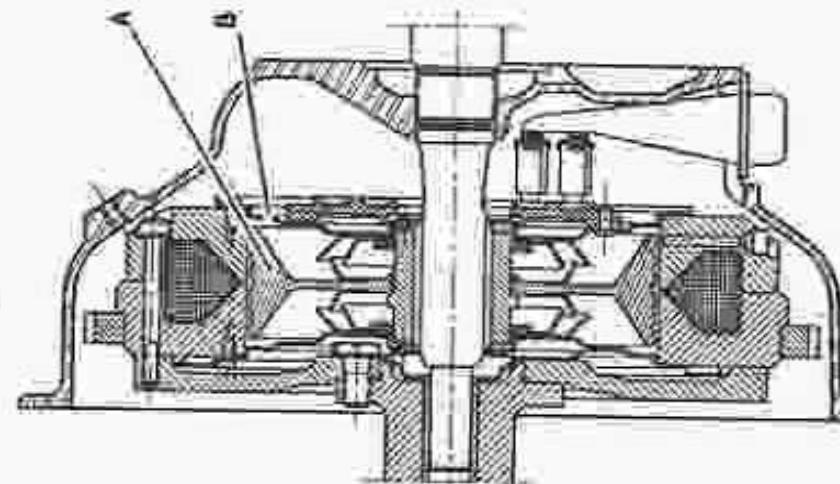

Fig. 7
Son armature mobile possède une très petite surface de travail (A), ainsi que de l'huile (fig. 7).
Cette modification de la très petite surface de travail est rendue en (B) (fig. 7).
Le déroulement circulaire supplémentaire d'un des courtes latérales pour le passage de l'armature élégante est rendue en (B) (fig. 7).